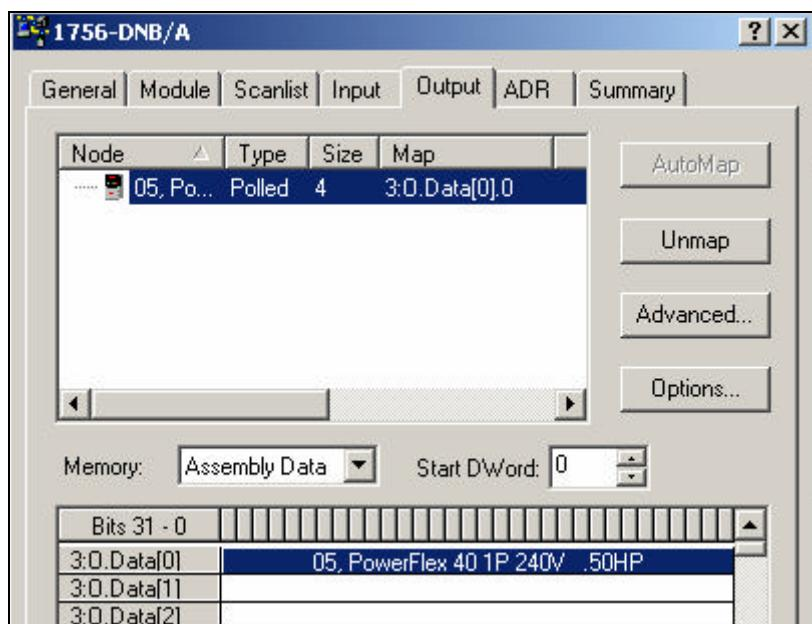

图 3-43 映射 I/O 地址
27. 继续选择 Output (输出字) 选项卡，自动映射 I/O 地址，然后选择 Apply 接受更新。修改后的地址如图 3-43：